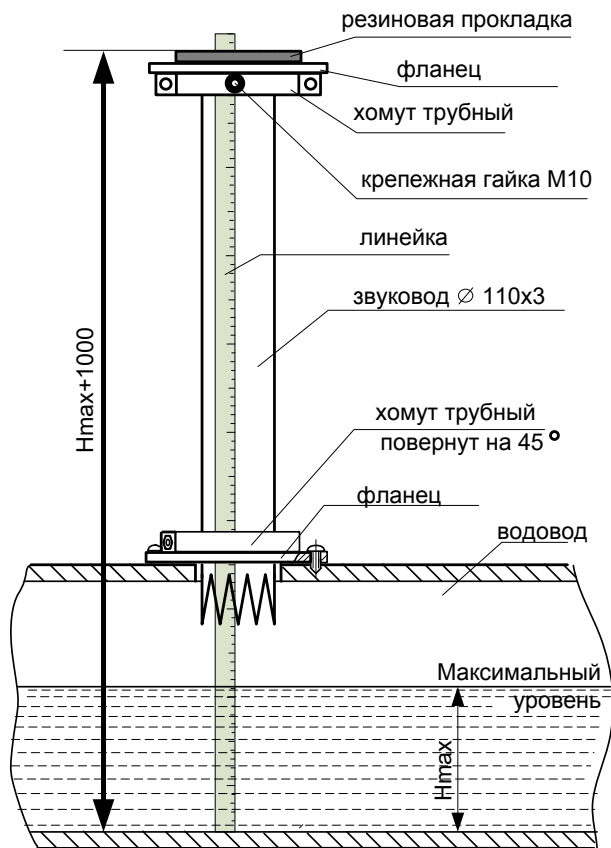

Рис. 1
2. Монтаж МН на трубопроводе (Рис. 1)